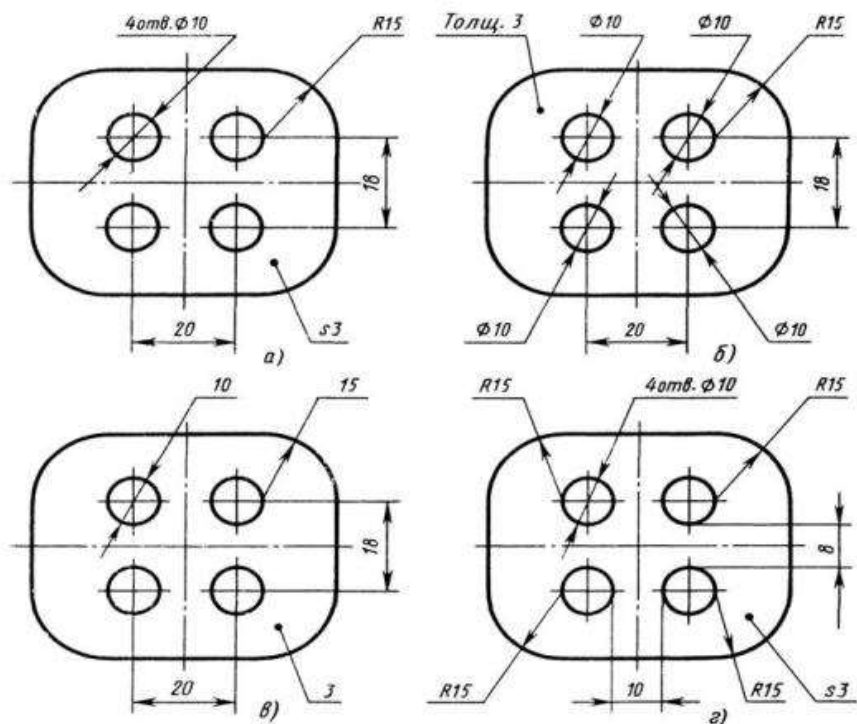

Рис. 3
21. На каком чертеже (Рис. 3) рационально нанесены величины радиусов, диаметров, толщины деталей и размеры, определяющие расположение отверстий?